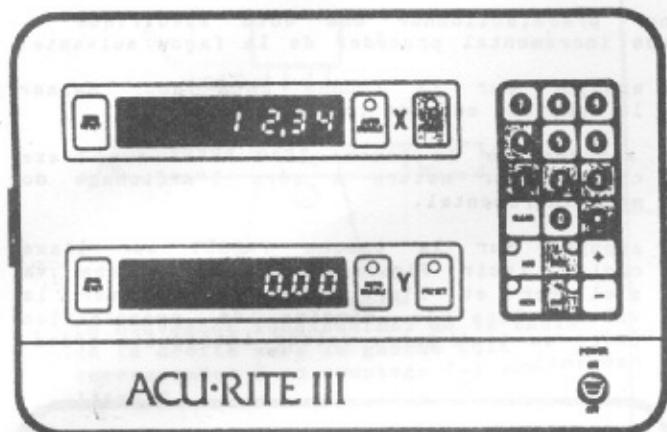

Figure 3.10 Position du compteur : affichage des chiffres
e) introduire la valeur de présélection en appuyant sur les touches numériques correspondantes, y compris le point décimal (voir figure 3.10). En cas d'erreur appuyer sur la touche CLEAR et recommencer.